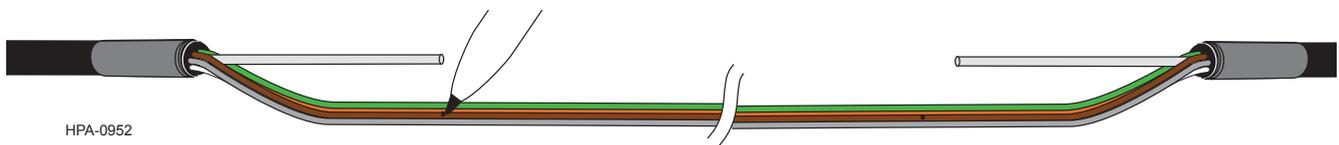

Abbildung 19
Schritt 2: Zur Angabe der zu öffnenden Aderhüllenlänge mit einem wasserfesten Stift an der (den) Hülle(n) Start- und Endpunkte markieren (Abbildung 19). Die Länge der für das Spleißen und die Trassierung erforderlichen Öffnung hängt von der Installation, den Kassettenanforderungen und der zur Verfügung stehenden Faser ab.